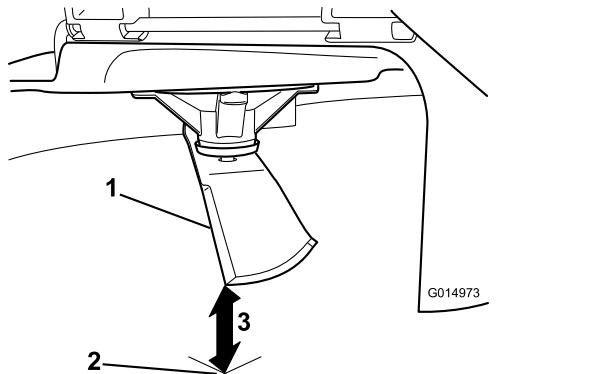

Figura 98
- Mida desde la punta de la cuchilla hasta la superficie plana (Figura 98).